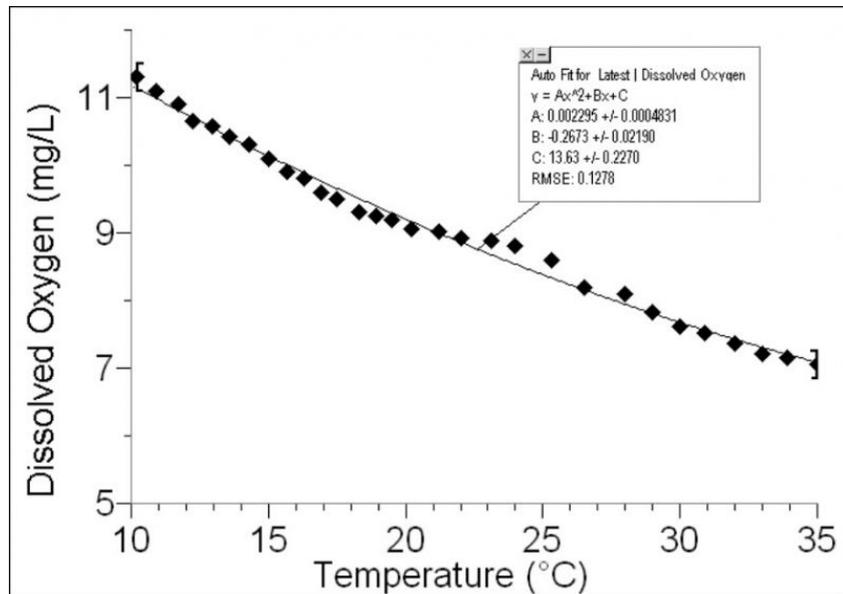

Abbildung 4: Gesättigter gelöster Sauerstoff gegenüber Temperatur aufgetragen
- Würde die Lösung jedoch auf 10°C abgekühlt und dabei kontinuierlich gerührt, bliebe sie durch Lösen zusätzlichen Sauerstoffs gesättigt und der Sensor mit Temperaturnausgleich würde 11,35 mg/l anzeigen, den Wert aus Abbildung 4.